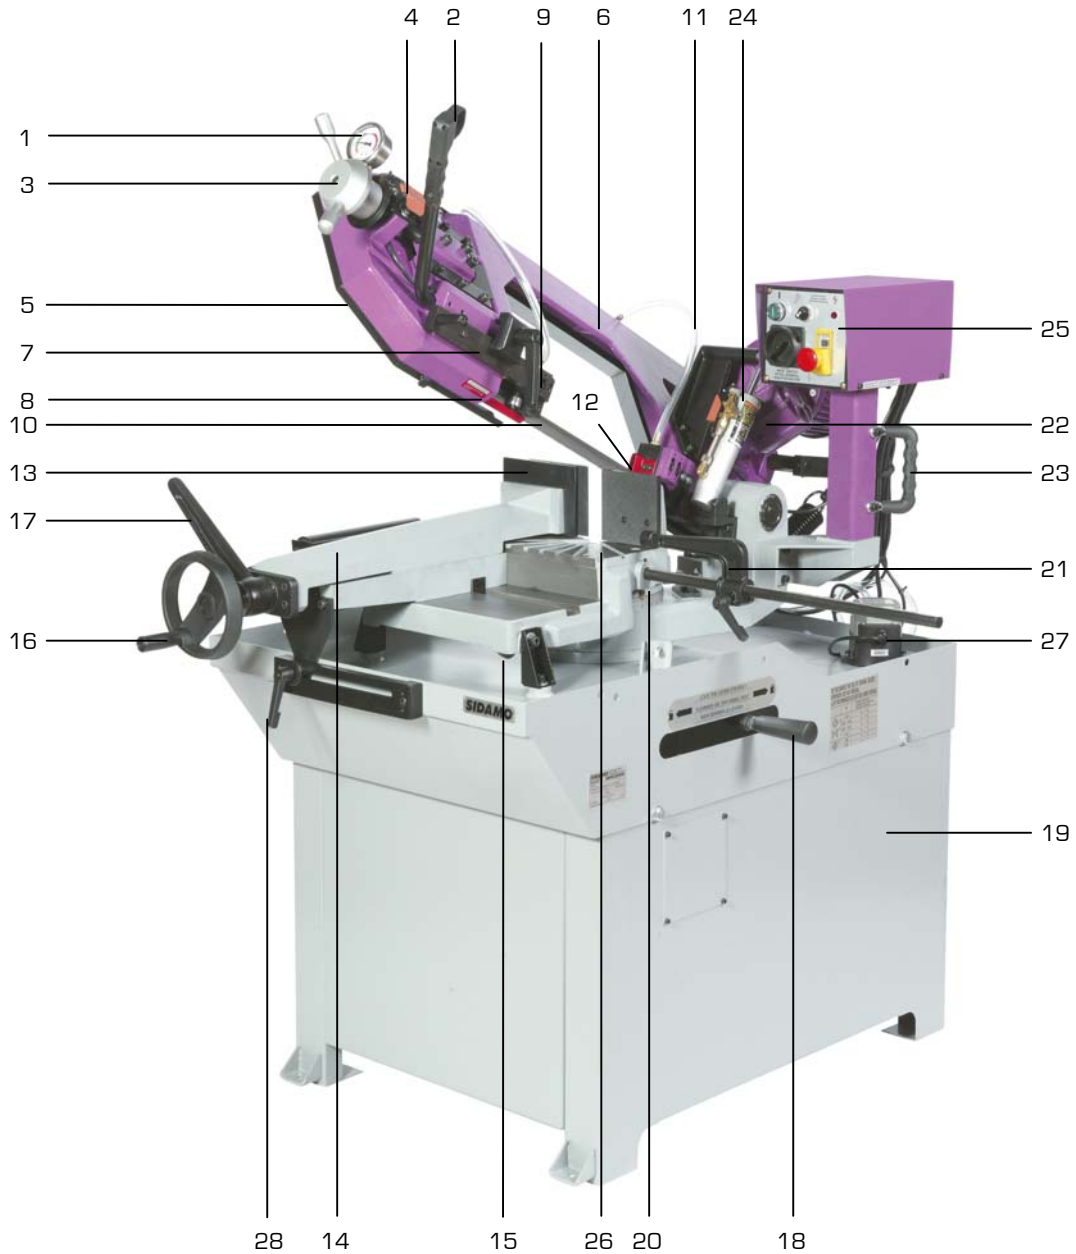

Figure 1
- Fixer le boîtier de commandes [19 fig.1] sur la machine au moyen des deux vis, sur le support droit de la scie à ruban.
- Insérer la butée de coupe [21 fig.1] dans son siège sur la base droite de l'étau, puis la bloquer.
Ce pictogramme de sens de défilement du ruban est présent sur le carter ruban (5 fig.1).
- Le volant de réglage de tension [3 fig.1] est associé à un manomètre de tension ruban [1 fig.1] et à un contacteur de sécurité de tension ruban [4 fig.1]. Si celui-ci n'est pas enclenché, la scie ne démarre pas.